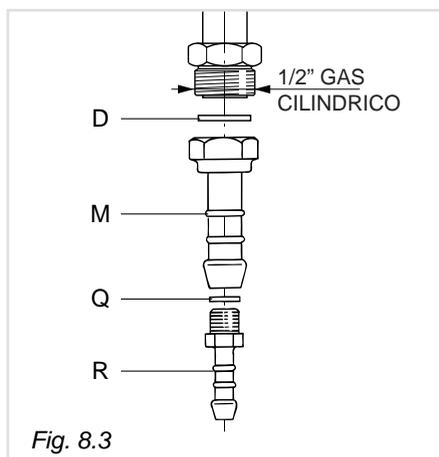

Fig. 8.3
Il gruppo di raccordo (fig. 8.3) si compone di:
- Montare il raccordo portagomma "M" interponendo la guarnizione di tenuta "D" (fig. 8.3).
- Montare sul portagomma "M" la riduzione "R" con interposta la guarnizione "Q" (fig. 8.3).
Per effettuare il collegamento gas è necessario togliere il portagomma "M" (fig. 8.3) ed avvitare direttamente sulla rampa il terminale del tubo metallico interponendo la guarnizione "D" (fig. 8.4).
Le guarnizioni D e Q (fig. 8.3 - 8.4) sono gli elementi che garantiscono la tenuta della connessione raccordo-rampa.